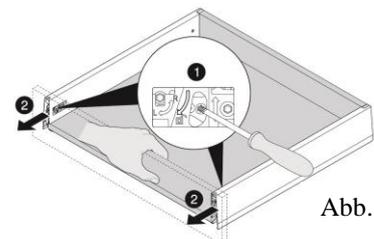

Abb. 7
Das Vorderstück abnehmen ② (Abb. 7).